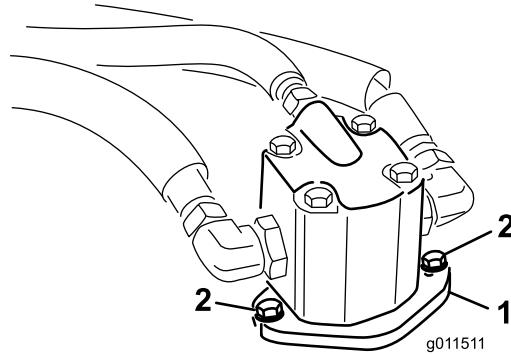

Figure 71
- Enlevez les boulons qui fixent le moteur hydraulique au plateau de coupe (Figure 71). Soulevez le moteur et placez-le sur le dessus du plateau de coupe.